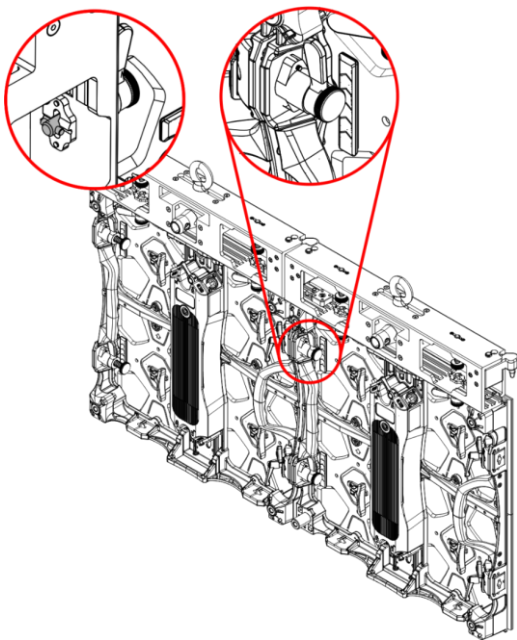

Fig. 48
- 03) Asegúrese de que los **pernos (C)** del **mecanismo de bloqueo superior (16)** estén firmemente sujetos en la **abertura del cierre rápido (11)** de la pantalla LED anterior como se muestra en la Fig. 48.